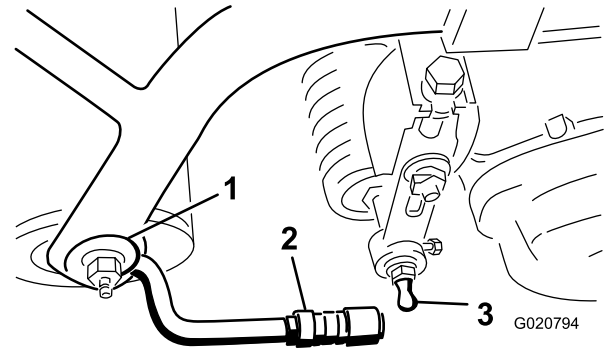

图 7
3. 将套管滑回球窝接头接收器然后将接收器挂到滚刀组球头螺栓上。松开套管让它滑到螺栓上方从而将组件锁定到一起 图 7。